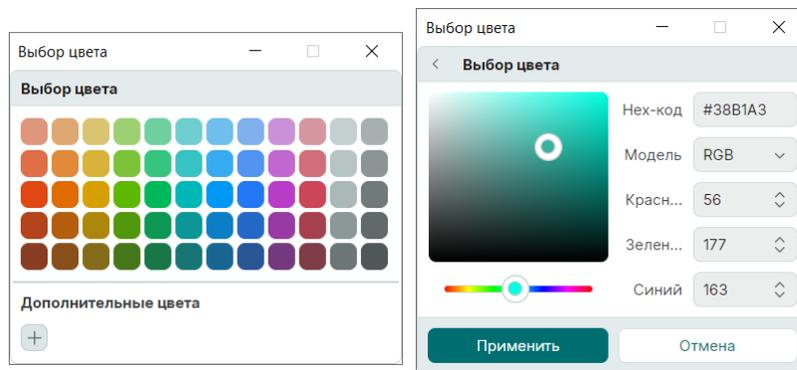

Рис. 485 Выбор цвета для отображения цепи на плате
2. Выберите цвет для отображения цепи из списка предложенных или используйте команду «Другие цвета» и в появившемся окне «Выбор цвета» определите необходимый цвет, см. Рис. 485.